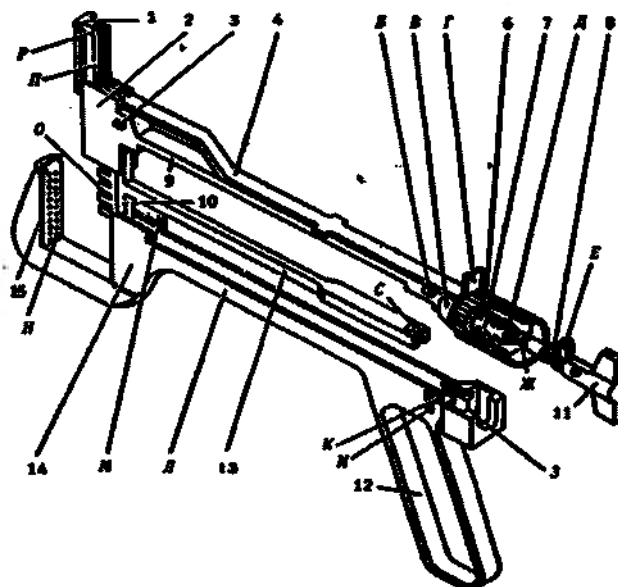

Рисунок 2. Схематическое изображение ушивателя:
4.2. Ушиватель состоит из следующих основных (рис. 2): упорного корпуса **23** и скобочного **27**, толкателя с пластинами **26**, штурвала **13**, магазина **1**, гайки **8**, ограничителя **4**.
5.9. Нажать пальцем на выступ 12 собачки (см. рис.2), одновременно вращая штурвал против часовой стрелки до полного его извлечения.
6.4. Вставьте толкатель в скобочный корпус так, чтобы паз 15 толкателя вошел в проточку штурвала (см. рис. 2).
6.6. Прижмите к низу скобочный корпус так, чтобы штифт 3 и упор 5 находящиеся на нем, располагались напротив пазов 22 упорного корпуса (см. рис.2).
б) перемычки 30 (см. рис. 2) в канавках магазина были направлены в противоположную сторону от каретки, иначе магазин в каретку не войдет.
7.5. Установить магазин в ушиватель, проверьте правильность и полноту зарядки магазина скобками. Продвинуть вперед ограничитель так, чтобы его упор вышел из зацепления с гайкой. Нажать указательным пальцем в исходном положении на выступ 12 собачки (см. рис.2), повернуть штурвал по часовой стрелке до появления концов скобок из пазов магазина.